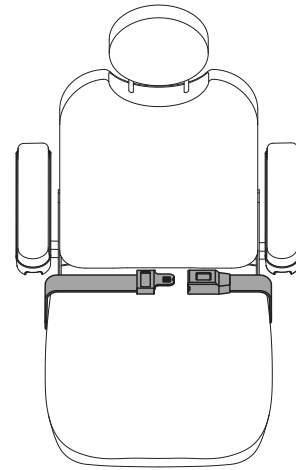

Figure 19. Ceinture de positionnement
Votre fauteuil motorisé peut être équipé d'une ceinture de positionnement réglable pour un meilleur confort. Voir la figure 19. La ceinture de positionnement, réglable, a été conçue pour soutenir et empêcher tout glissement vers le bas ou vers l'avant une fois assis. La ceinture de positionnement n'a pas été conçue pour être utilisée comme ceinture de sécurité.
- Prenez place sur le siège, insérez la patte métallique d'un côté dans le boîtier de la boucle du côté opposé jusqu'à ce que le «clic» se fasse entendre. Voir la figure 19.